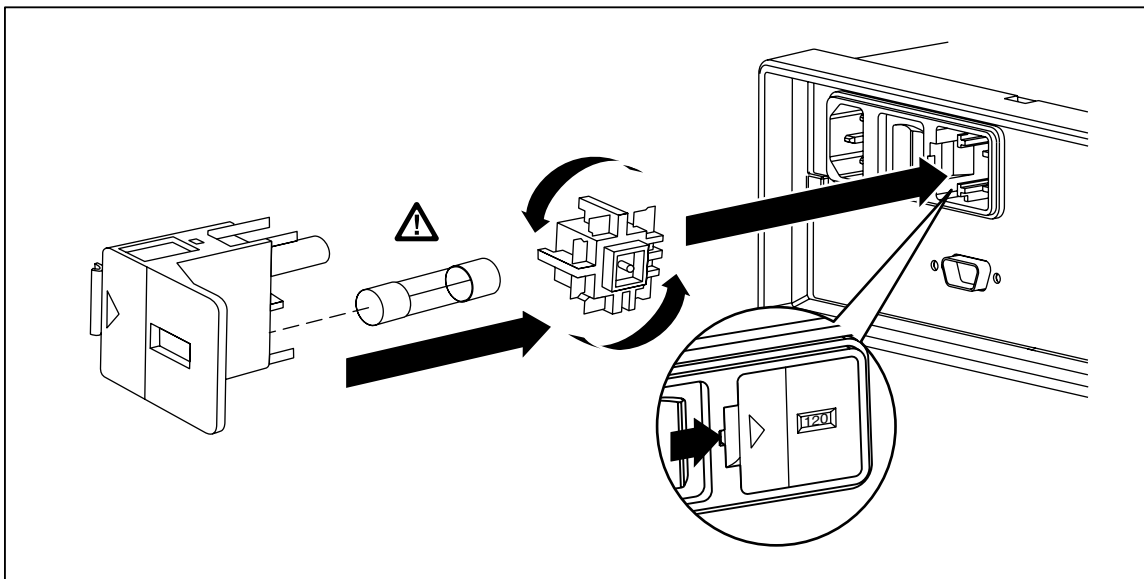

Рисунок 1 Замена плавкого предохранителя в линии питания
2. Вставьте отвертку со стандартным лезвием в узкую прорезь слева от держателя плавкого предохранителя и поднимайте ее вправо, пока держатель не выскочит из пазов. См. Рисунок 1.